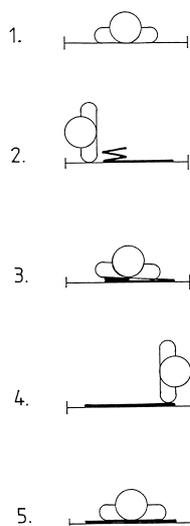

Abb. 10
- Dann, Gurtlaschen von außen nach innen unter die Oberschenkel legen; dazu können die Beine leicht angewinkelt werden (Abb. 10, 11).